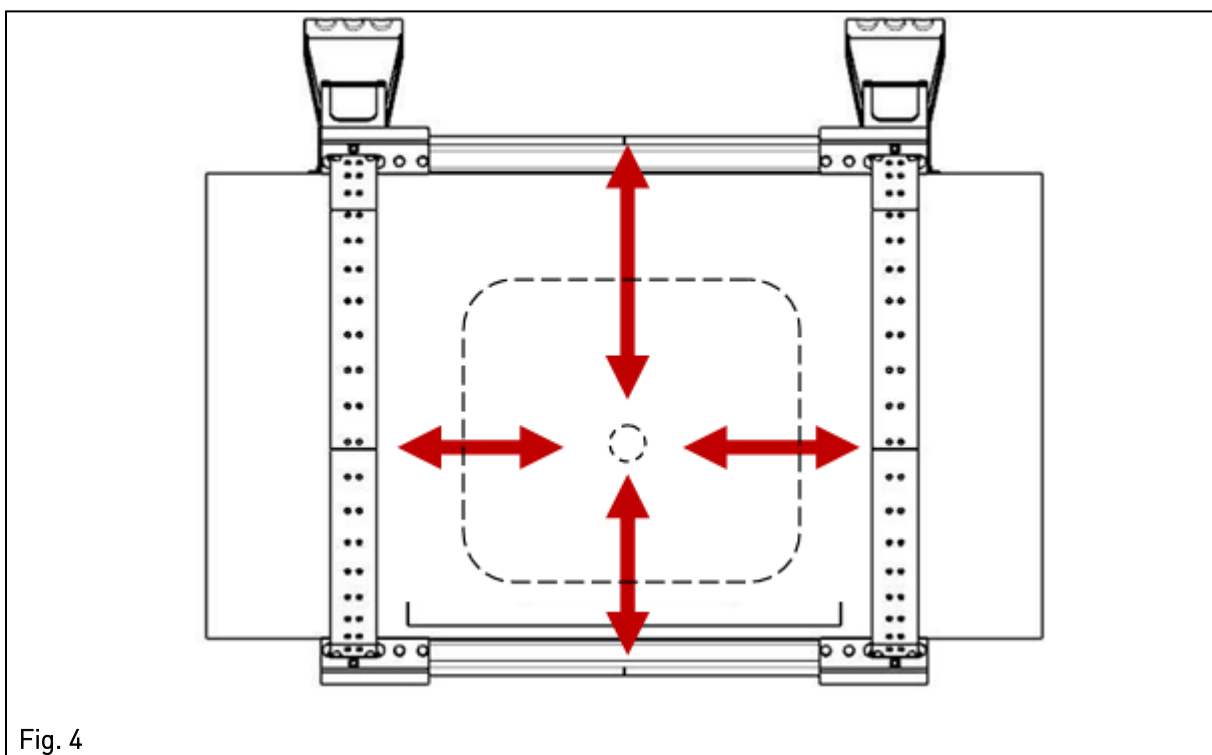

Fig. 4
11. Placera ram TL 225 i sitt slutliga läge. För att göra detta, rikta in den markerade centrumpunkten på anslutningssadeln med korslinjen på ram TL 225, se Fig. 4